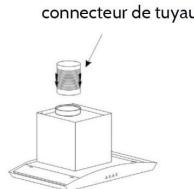

figure 3
3. Montez le connecteur de tuyau et placez la hotte sur le support d'ancrage (voir figure 3).